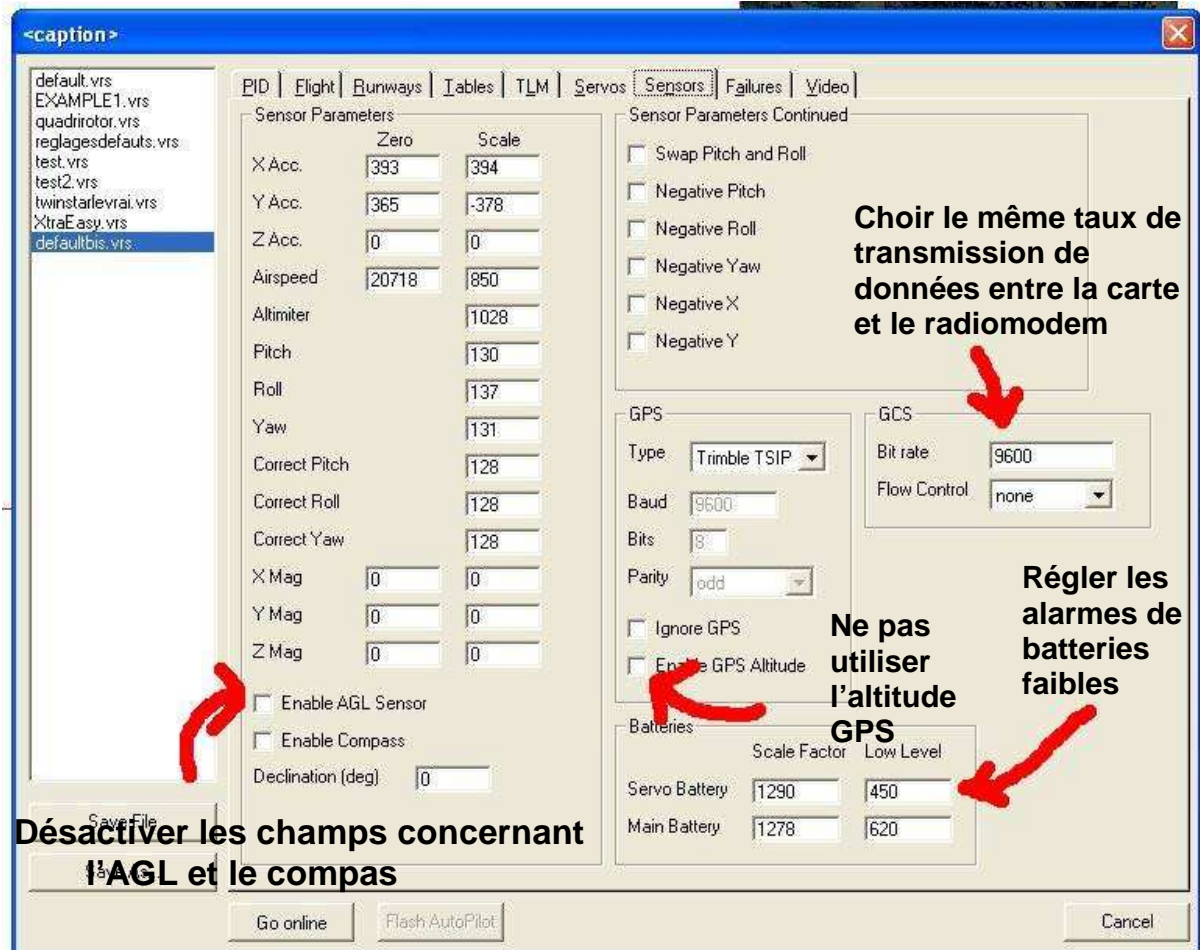

Figure IV.2 : onglet « Sensors » des réglages du pilote automatique
- Les alertes de niveau de batterie faible (Figure IV.2). Ce point est très sensible car, de la même manière que nous l'avons expliqué précédemment, si les batteries Li-Poly sont trop déchargées, elles deviennent inutilisables. En revanche, si les alertes sont trop hautes, la carte produira une erreur de batterie faible trop rapidement. Dans ce dernier cas, elle bougera les gouvernes de direction et de profondeur jusqu'à ce que le problème soit réglé.
Tous ces champs sont visibles sur la Figure IV.2.